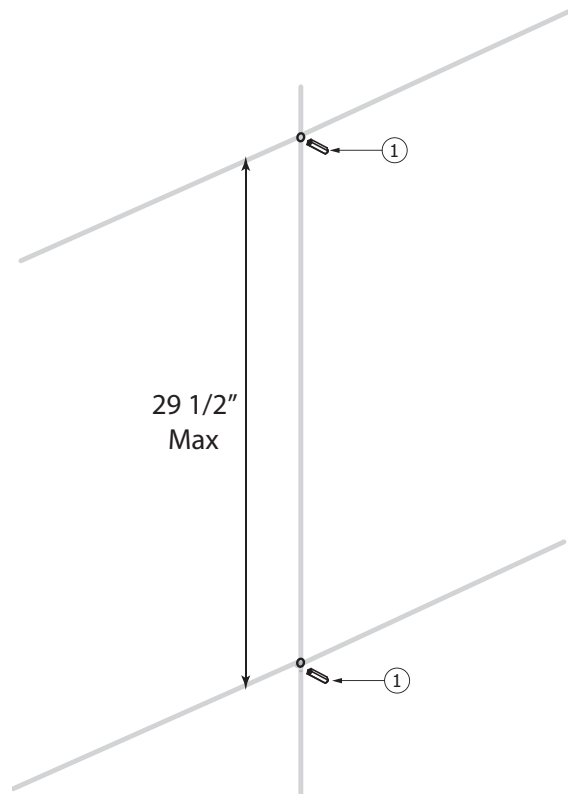

Fig.1
- 1) Locate the desired position for the shower rail and the two wall supports. Carefully mark the two support positions on wall. Make sure distance between both wall supports is respected and that shower rail will be level (fig.1).
- 3) Insert the plastic screw anchors (1) into the holes.
- 4) Install the rail support components (2) (3) (4) (5), starting with the top one. Do not install bottom support at this point.
- 1) Déterminer la position du rail de douche et des deux supports muraux. Prendre soin de marquer les deux points d'ancrage sur le mur en respectant la distance entre chaque support et s'assurer que le rail sera de niveau (fig.1).
- 3) Insérer les chevilles plastiques (1) dans les trous.
- 4) Installer les composantes du support mural (2) (3) (4) (5), en débutant avec celui du haut. Ne pas installer le support du bas à ce stade.